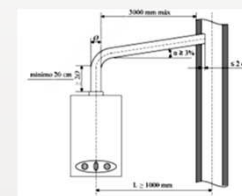

Figura 3
- A conduta de ligação deve ser dotada de um tramo vertical, imediatamente à saída do aparelho, de comprimento pelo menos igual a duas vezes o diâmetro da conduta e nunca inferior a 20cm (Figura 3).
- O troço que une o troço vertical à conduta de evacuação deve ser ascendente em todo o seu percurso, com uma pendente mínima de 3% (para projeções horizontais do troço oblíquo de comprimento superior ou igual a 1m) e um comprimento máximo, em projeção horizontal, de 3m, medido a partir do eixo do troço vertical (Figura 3). Este comprimento poderá ir até 6m desde que a conduta de evacuação esteja preparada para a recolha de condensados.